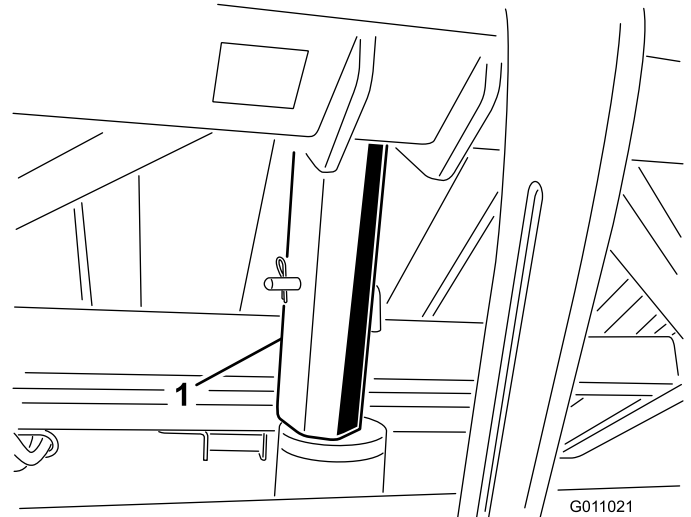

Bild 26
3. Setzen Sie die Sicherheitsstütze des Füllkastens auf die Zylinderstange auf, stellen Sie sicher, dass das Ende der Stütze an der Zylindertrommel und dem Zylinderstangenende anliegt (**Bild 26**).